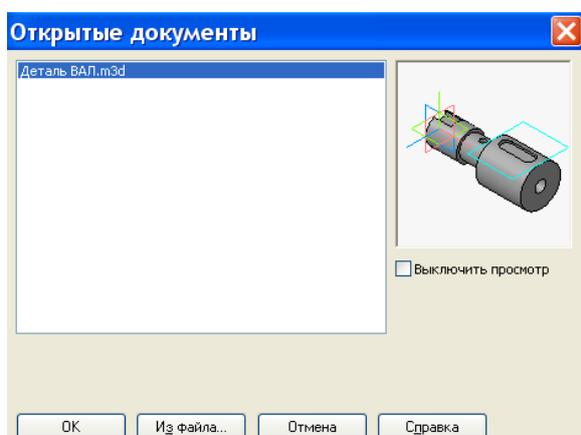

Рисунок 19.
17. На левой вертикальной панели выбираем - **Виды**, - **Стандартные виды**. Из предложенных программой файлов деталей выбираем свой файл (рисунок 19).